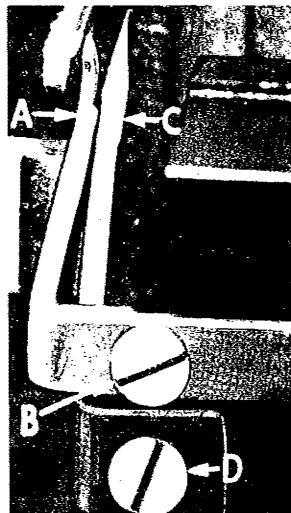

Fig. 6
Set the rear needle guard with its edge (L, Fig.6) horizontal. Set it so close to the needle that the point of lower looper just touches the needle without deflecting it. Screw (B) is used to set rear needle guard. Make sure there is no interference between rear needle guard and lower looper.
Assemble front needle guard (C, Fig.6). Set front needle guard as close as possible to needle without touching it, about 0,10 mm (.004 inch) distance.
Stellen Sie den hinteren Nadelanschlag mit seiner Kante (L, Fig.6) waagrecht ein. Stellen Sie ihn so dicht, and die Nadel ein, daß die Spitze des Untergreifers die Nadel gerade noch berührt und nicht mehr ablenkt. Der hintere Nadelanschlag wird mit der Schraube (B) befestigt. Beachten Sie, daß sich hinterer Nadelanschlag und Untergreifer nicht berühren.
Bauen Sie den vorderen Nadelanschlag (C, Fig.6) ein. Stellen Sie den vorderen Nadelanschlag so dicht wie möglich an die Nadel, ohne daß er diese berührt, etwa 0,10 mm Abstand.